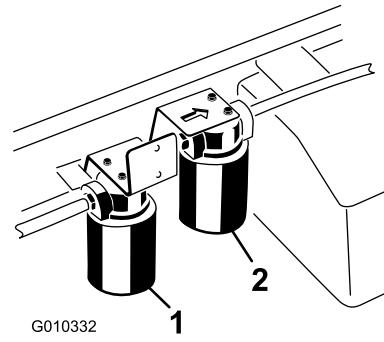

Figure 73
3. Placez un bac de vidange sous le filtre et enlevez le filtre (Figure 73).
1. Nettoyez la zone autour de la surface de montage du filtre grand débit (Figure 73).